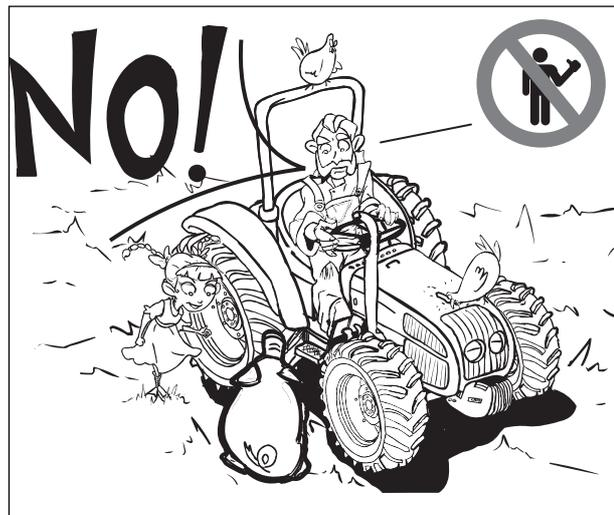

Abb.2-16
**ACHTUNG:** *Ihr Traktor ist für die Bedienung durch nur eine Person bestimmt. NICHT zulassen, dass andere Personen auf den Traktor oder die Ausrüstungen steigen (Abb. 2-16). In einigen Ländern ist für den Transport von anderen Personen ein Mitfabrersitz zu montieren. Niemandem gestatten, auf die Geräte oder andere Einrichtungen zu steigen, Anhänger inbegriffen, mit Ausnahme von Erntemaschinen, wo das Mitfabren ausdrücklich vorgesehen ist, aber ausschließlich während der eigentlichen Ernte (nicht während des Transports). Diese Ausrüstungen müssen die Stellen, an denen ein sicheres Aufsteigen möglich ist, deutlich markiert werden. NICHT gestatten, dass Kinder auf den Traktor steigen.*